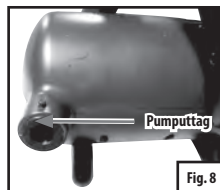

Fig. 8
3. Anslut lämplig slang till pumpens uttag genom att trycka på slangen på uttaget och rotera medurs 1/4 varv. Se till att slangen är helt införd i uttaget innan slangen roteras (se fig. 8, 9 och 10).